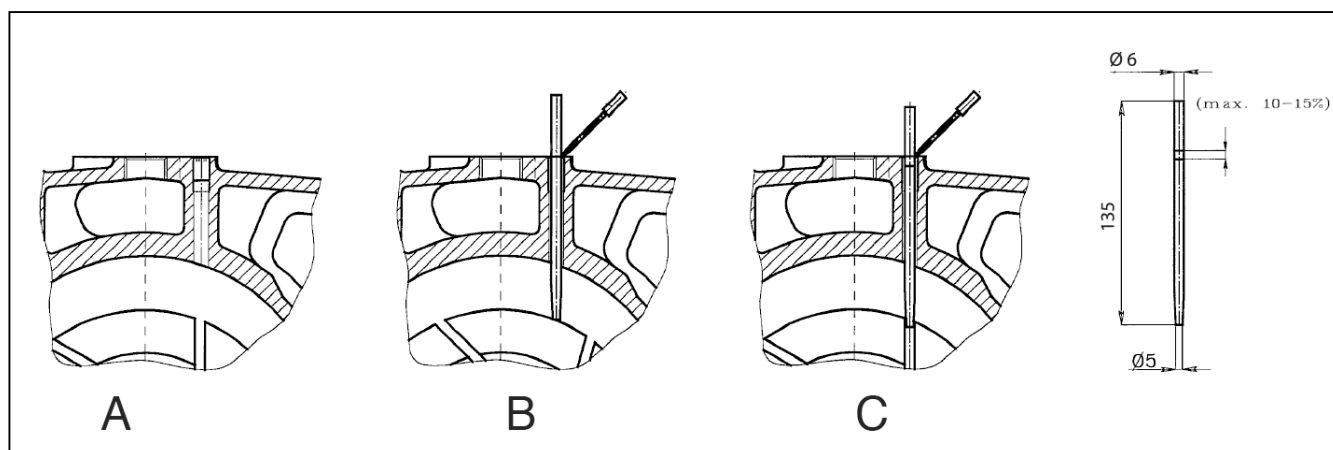

Figura 14
- 7) tracciare nuovamente il tondo all'altezza del foro di ispezione (vedi Figura 14);